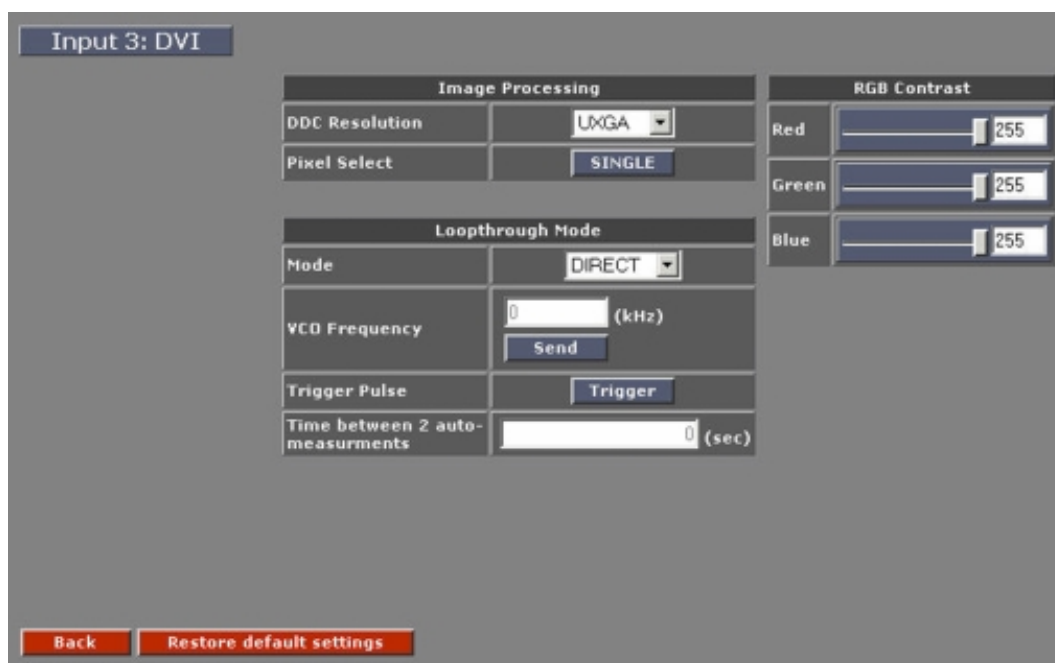

Imagen 10-3
1. Haga clic en el botón **Adjust** junto a la entrada DVI para abrir la ventana de configuración de la misma. (imagen 10-3)